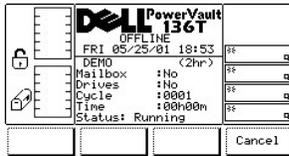

図 111. Service > Library > Exercise > Demo Using Time > Execution ダイアログ
- 1 **OK** ソフトキーの下にあるボタンを押すと、フィールドの値が適用され、デモが開始されます。図 111 を参照してください。